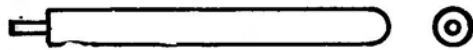

Рис. 17. Пробойник для штифтовки капсулей.
11. Пробойник для удаления штифтов из капсулей (рис. 17).